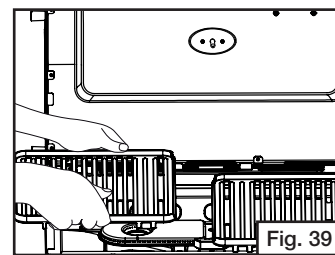

Fig. 39
2. Retirez les grilles de cuisson et mettez-les de côté. (Fig. 39)